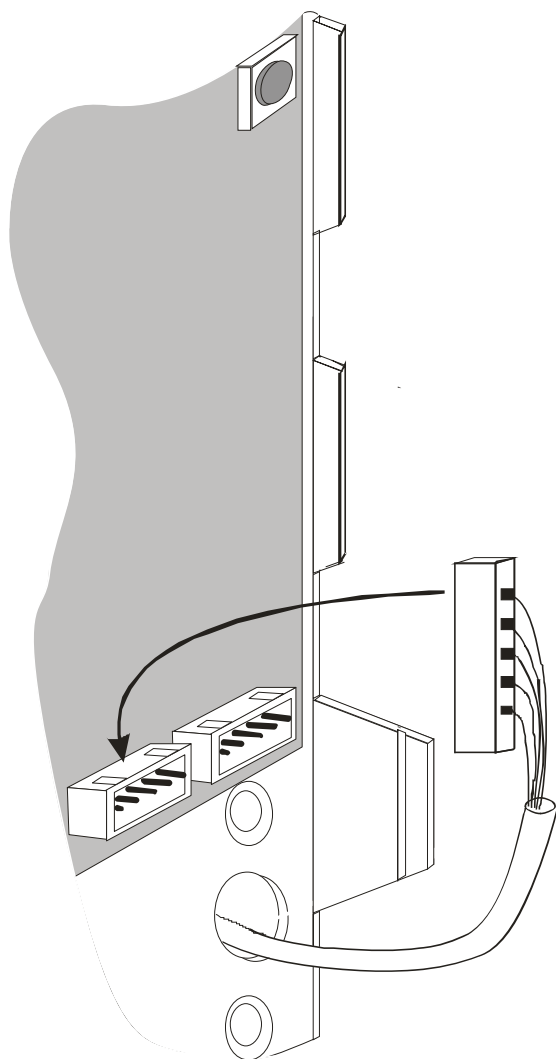

Рис. 13
6.1.7. Пинцетом или при помощи отвёртки, извлеките кабель из паза (для доступа к отверстию крепления замка рис. 13). Закрепите винтами М5х35 корпус замка на двери, предварительно сняв крышку и установив на замке режим "OPEN". Уложить кабель от разъёма Х3 на место.
6.1.16. Соедините разъем кабеля от ручки набора кода с соответствующим разъемом платы управления (рис. 13).